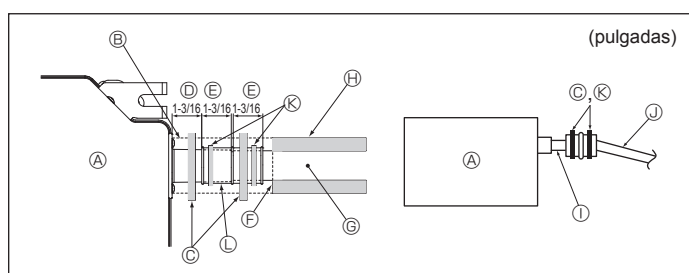

Fig. 6-2
- ③ TUBO DE PVC CON DIÁM. EXT. $\varnothing 32$ mm (1-1/4 pulgadas)
- ① TUBO DE PVC CON DIÁM. EXT. $\varnothing 38$ mm (1-1/2 pulgadas) para agrupación de tuberías. (Aislamiento de 9 mm (11/32 pulgada) o más)
1. Conecte el tubo de desagüe (suministrado con la unidad) al orificio de desagüe. (Fig. 6-2)